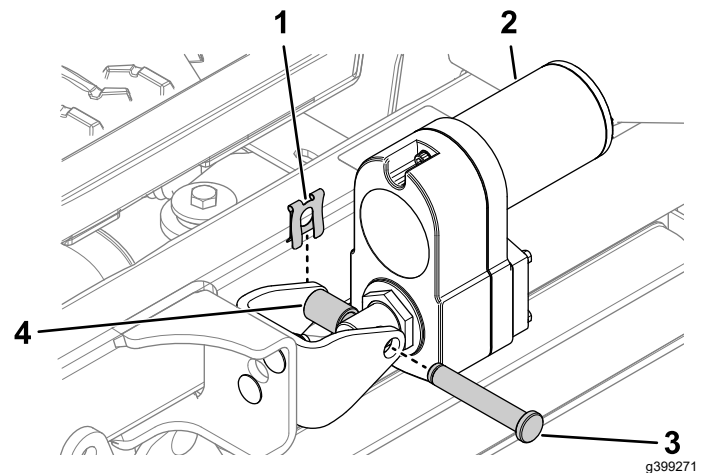

Bild 25
3. Befestigen Sie den Aktor an der Aktorhalterung mit dem Lastösenbolzen, dem Aluminium-Distanzstück und der Schraubklammer, wie in Bild 25 dargestellt.